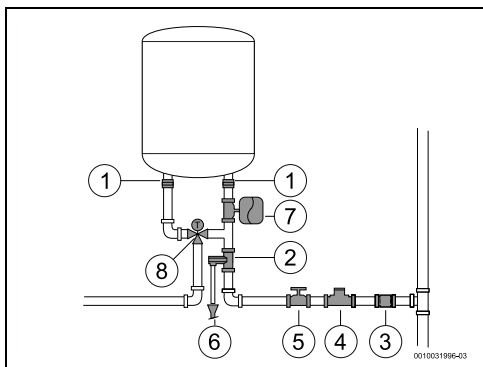

Fig. 10
- Si raccomanda di installare una valvola termostatica (fig. 10, [8]) sul tubo di uscita dell'apparecchio, se si utilizzano tubi PEX. Tali tubi devono essere adeguati alle performance del materiale utilizzato.
- ▶ Non installare mai accessori (diversi da quelli illustrati in fig. 10) tra la valvola di sicurezza e l'ingresso acqua fredda sanitaria (lato destro) dell'apparecchio.
- ▶ installare un riduttore di pressione (fig. 10, [4]). La valvola di sicurezza si attiva quando la pressione dell'acqua nell'apparecchio è superiore a 8 bar (± 1 bar), pertanto è necessario prevedere una soluzione per scaricare l'acqua.
- ▶ installare un vaso d'espansione (fig. 10, [7]) per evitare che la valvola di sicurezza si apra spesso. Il volume del vaso d'espansione deve essere pari al 5% del volume dell'apparecchio.